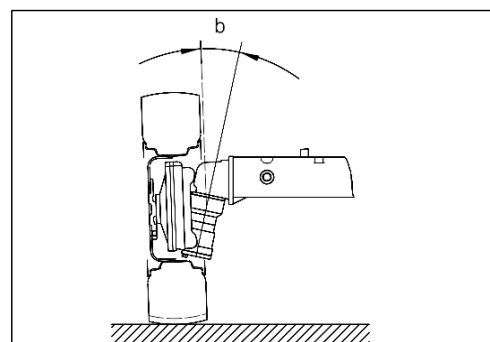

Fig. 195 - ANGLE DU PIVOT D'ATTELAGE
3. L'angle du pivot d'attelage réduit la résistance au roulement des roues et prévient le flottement des roues directrices (fig. 195).